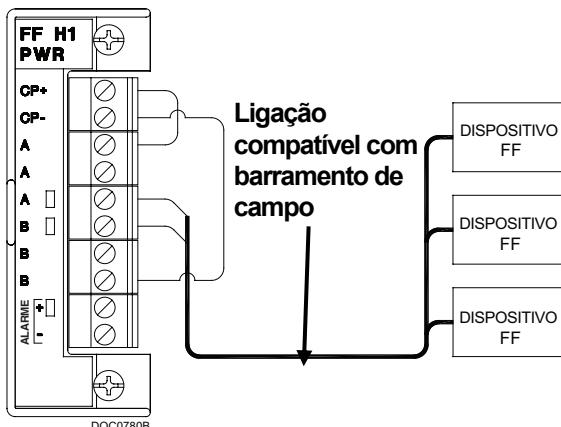
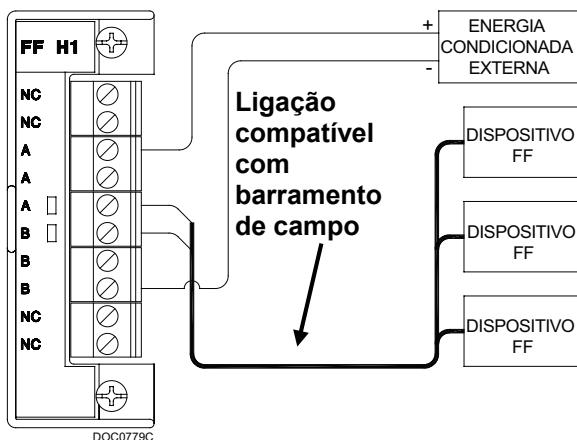

Figura 5. Ligação de campo para módulo H1 energizado
Figura 6. Ligação de campo para módulo H1 não energizado
3. Aperte o parafuso. Consulte a Figura 5 ou a Figura 6.
O FFI suporta até quatro de dois tipos de módulos de segmento H1. Os módulos energizados (consulte a Figura 5) fornecem até 125 mA de energia condicionada.
Use módulos H1 não energizados e uma fonte de alimentação condicionada aprovada para barramento de campo externo (consulte a Figura 6) quando não tiver certeza do uso de energia ou do número de dispositivos do barramento de campo.